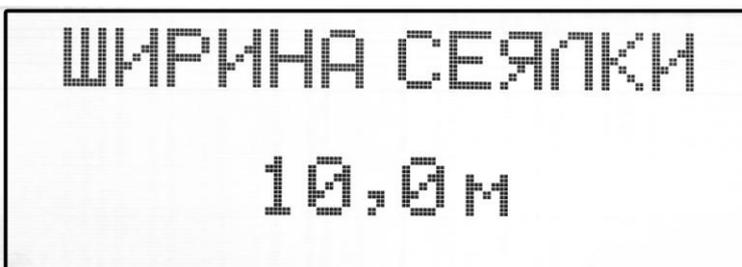

Рисунок 19
- текущую дату и время внутренних часов системы (рисунок 19);